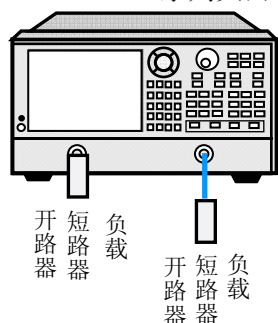

图 14-14 全二端口校准连接框图一
- a) 按图 14-14 所示连接系统, 预热 60 分钟以上;